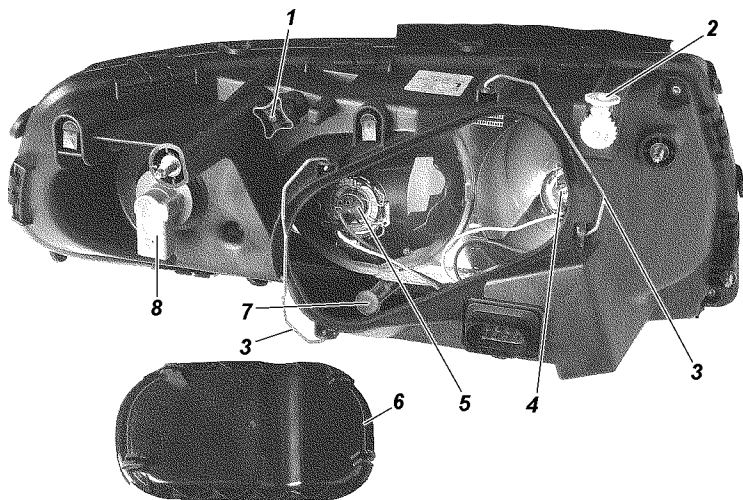

Рис. 9.33. Фара:
3. Включите ближний свет фар и, поочередно закрывая каждую фару, вращением регулировочного винта 1 (рис. 9.33) и регулировочной шестерни 2 добейтесь, чтобы светотеневая граница слева от точек E и E' совпала с линией 1, а справа - с линиями 2 и 2' для левой и правой фар соответственно. Точки перелома светотеневой границы должны совпадать с точками E и E'.
**Замена ламп фар.** Для замены лампы указателей поворота снимите колодку с патрона 8 (см. рис. 9.33), поверните